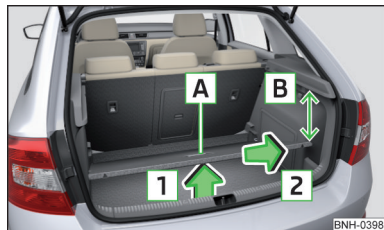

Fig. 87
- Prindeți podeaua variabilă de mânerul **A** » fig. 87.
- La scoaterea, respectiv introducerea podelei variabile, se va respecta distanța de 15 cm **B** » fig. 87 sub masca portbagajului - există pericol de deteriorare a garniturii capotei portbagajului.